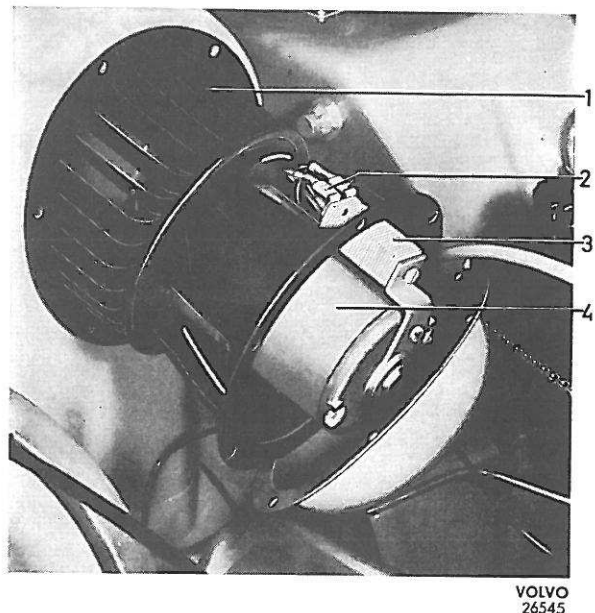

Figure 113. Démontage du moteur du ventilateur
2. Enlever les six vis de fixation du moteur de ventilateur sur le radiateur et déposer le moteur, voir figure 113.